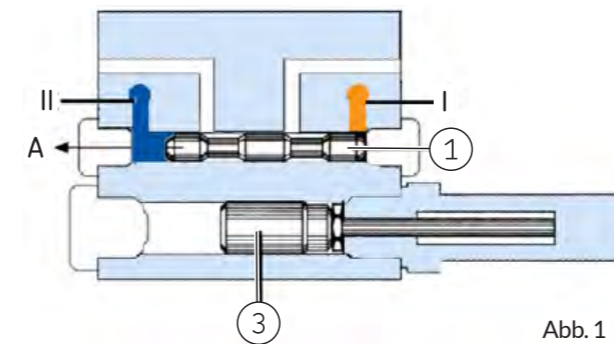

Abb. 1
Dem Verteiler wird der Schmierstoff unter Druck über die Hauptleitung I zugeführt. Der Steuerkolben (Abb. 1: Pos. 1) setzt sich in Pfeilrichtung (A) in Bewegung und schiebt den sich vor dem Steuerkolben befindlichen Schmierstoff über die entlastete Hauptleitung II (Abb. 1: Pos. II) zurück.